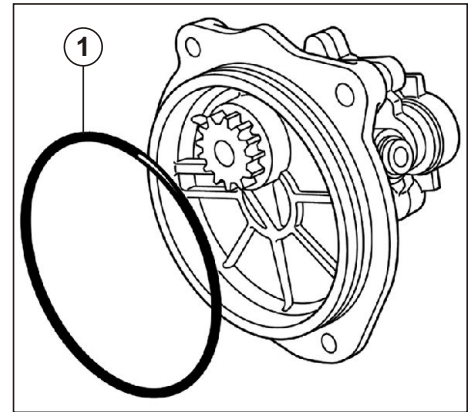
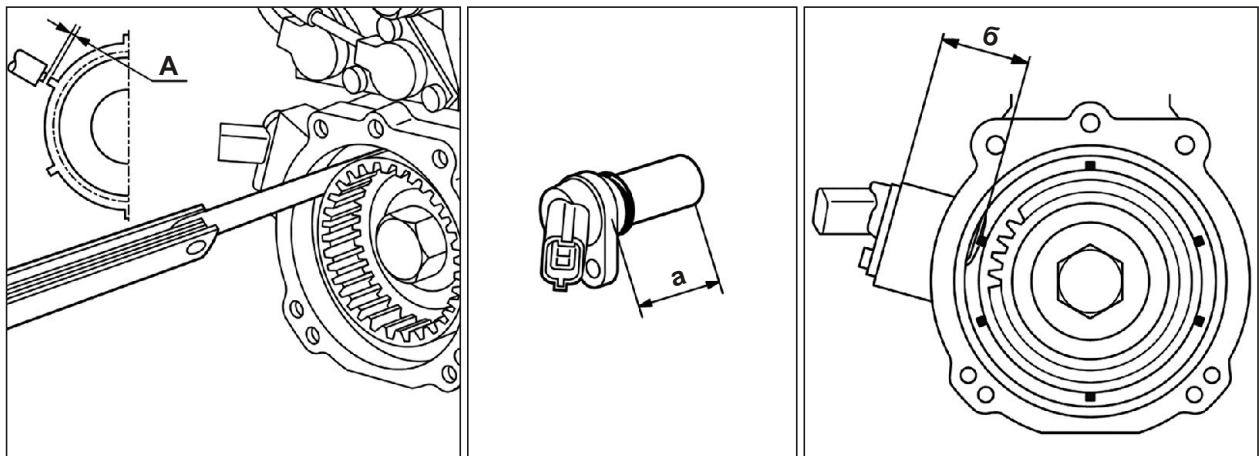

Рис. 93. Установка насоса топливоподкачивающего.
Рис. 94. Контроль установки датчика фазы.
1. Заменить уплотнение (1) (см. Рис. 93).
2. Смазать уплотнение (1) моторным маслом.
5. Смазать уплотнение под датчик моторным маслом. Расчёт толщины прокладки, необходимой для обеспечения зазора "А" = $0,3 \pm 0,1$ мм (см. Рис. 94):